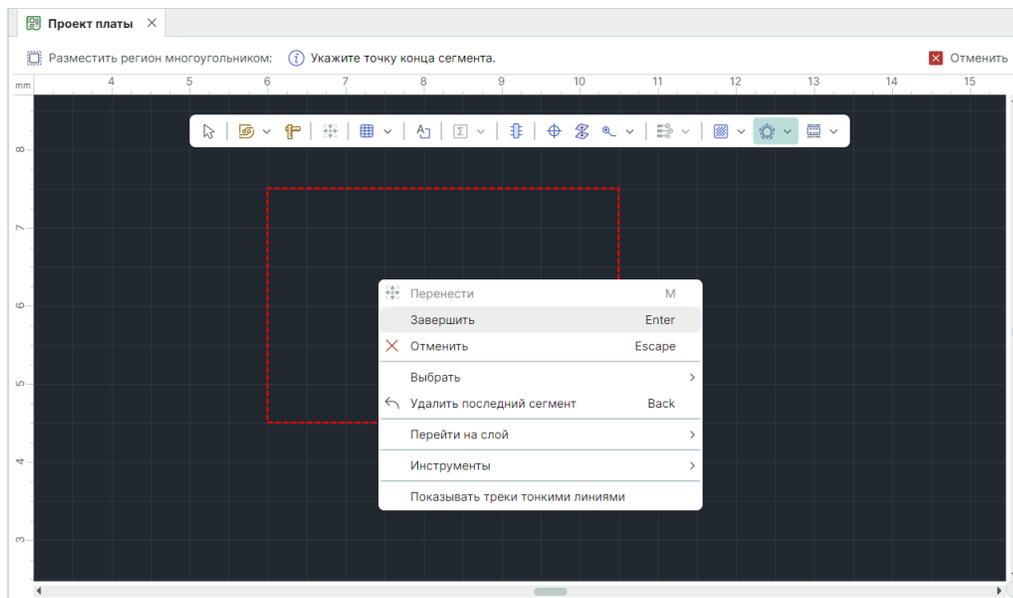

Рис. 166 Завершение формирования границы региона на плате
3. Для завершения построения границы региона нажмите клавишу «Ввод» («Enter») или выберите в контекстном меню пункт «Завершить», см. Рис. 166.